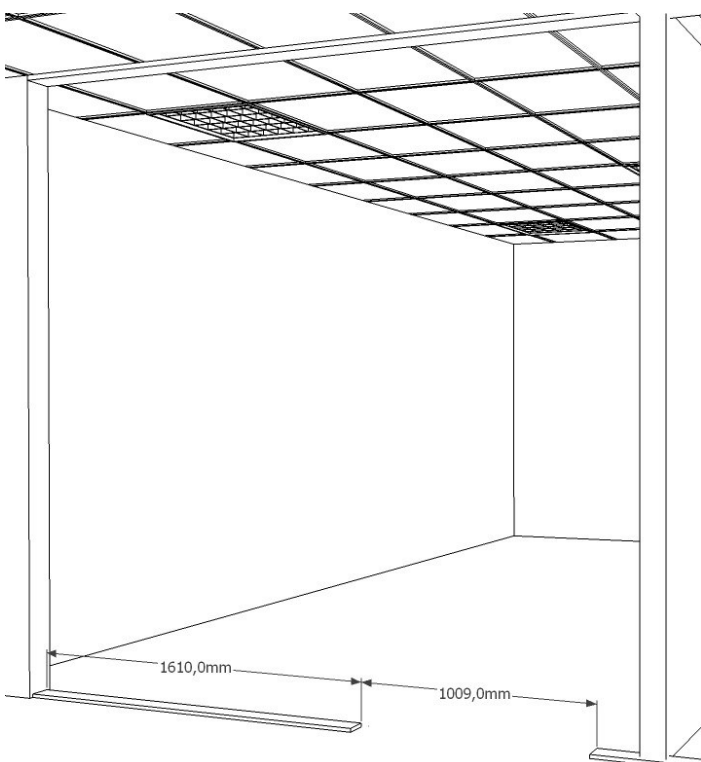

Fig 3.
- Sokkel festes i golv med skruer, eller dobbeltsidig tape med god vedheft. Fig 3.